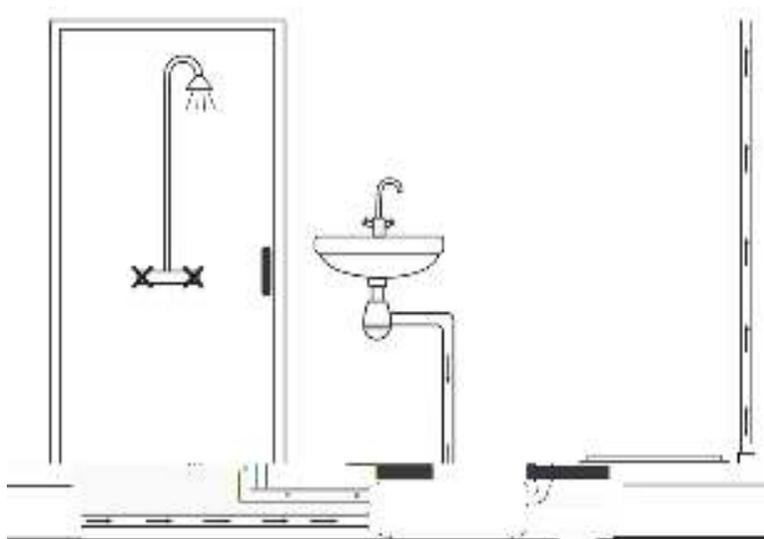

Рисунок 2
- Подключите один или два входных трубопровода через патрубком соответствующим патрубкам по схеме на рис. 2. В случае, если подключается один трубопровод, из второе отверстие необходимо установить заглушку.